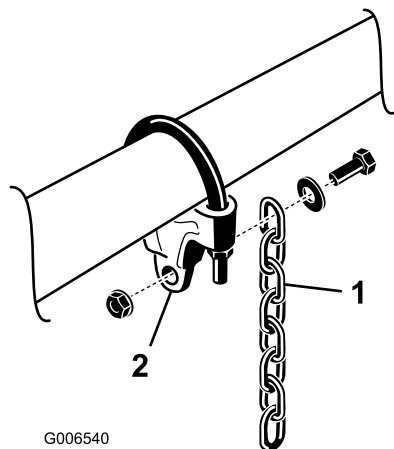

図 8
7. 各昇降チェーンを、ねじとワッシャとナットで、図 8 のようにチェーンブラケットに取り付ける。